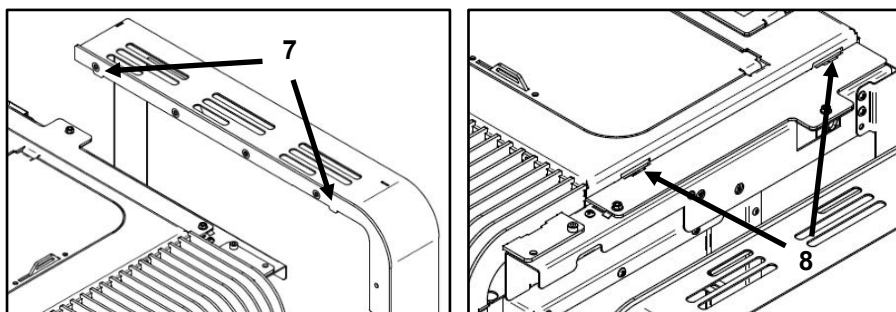

Figure 40 - Fixation habillage Aspen
h) Sur le modèle Aspen, emboîter les trous inférieurs des habillages latéraux **5** dans les guides **6** situés sur le bas de la machine. Puis soulever légèrement et emboîter les taquets **7** dans les fentes **8**, comme représenté sur la Figure 40.